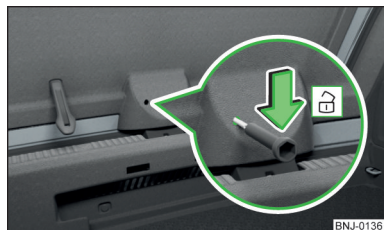

Fig. 275
- Introduceți în orificiul din capitonajul capotei » **fig. 275** o șurubelniță sau o altă unealtă asemănătoare, până la capăt.